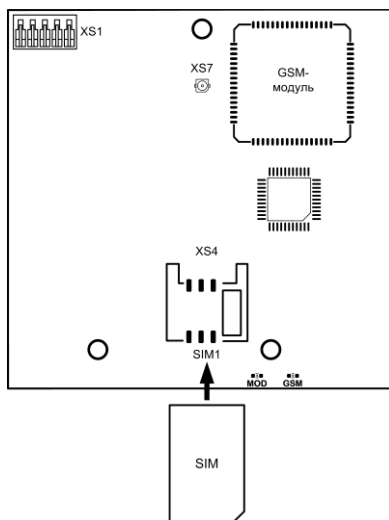

Рис.5 Внешний вид коммуникатора, установка SIM-карты
- универсальный коммуникатор (рис.5).
3.2 На плате коммуникатора (рис.5) расположен разъем XS1 для подключения к плате контроллера, разъем XS7 для подключения GSM-антенны (через переходник), светодиоды «GSM» и «MOD» для индикации режимов работы и разъем XS4 (SIM1) для подключения SIM-карты.
SIM-карту следует подключать при **выключенном питании** прибора (**сеть и АБ**), контактами к коммуникатору, срезом как показано на рис.5.
На плате коммуникатора имеются два светодиодных индикатора MOD и GSM (рис.5):